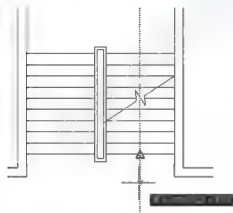

图 2.124 寻找上行箭头箭杆起点的位置
(2) 在当前线宽为 0.0000, 指定起点或 [圆弧(A)/半宽(H)/长度(L)/放弃(U)/宽度(W)]: 提示下, 将光标放在图 2.124 所示的踏步线 midpoint, 此时不单击, 将光标缓缓地垂直向下拖动, 当行至上行箭头杆起点的位置时单击。这样就通过【对象追踪】命令寻找到了上行箭头杆起点的位置, 并且保证将其绘制在右侧梯段的中心。